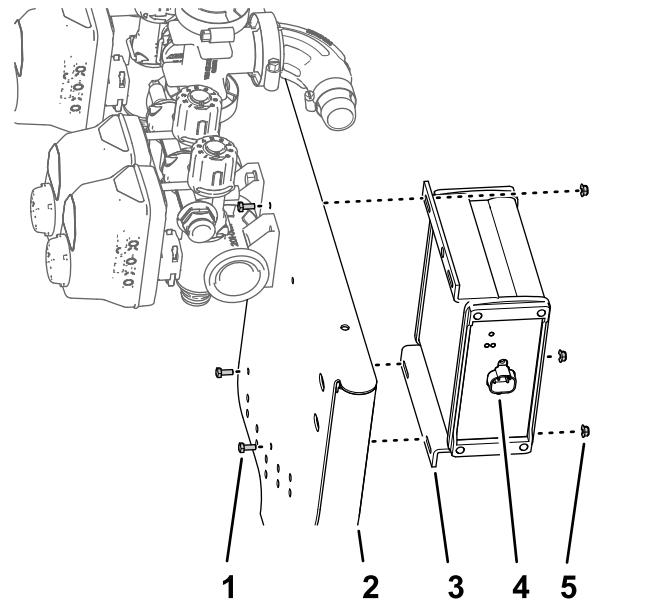

Figura 98
1. Alinee el controlador de fumigación ASC 10 en el lado delantero del soporte de las válvulas, orientando el conector de 4 pines hacia fuera (Figura 98).
2. Monte el controlador del fumigador en el soporte de las válvulas (Figura 98) con los 3 pernos (3 x 10 mm) y las 4 contratuercas con arandela prensada (4 mm).